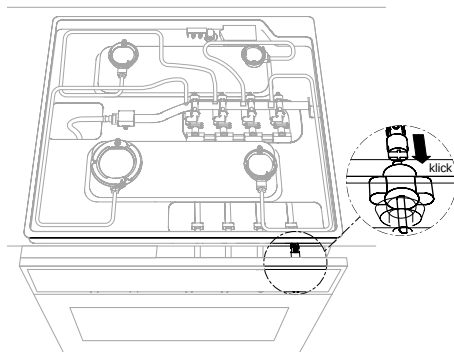

fig. 7
- Schuif de cardankoppelingen op de kraanstiften van de oven en klik ze vast (zie fig. 7).